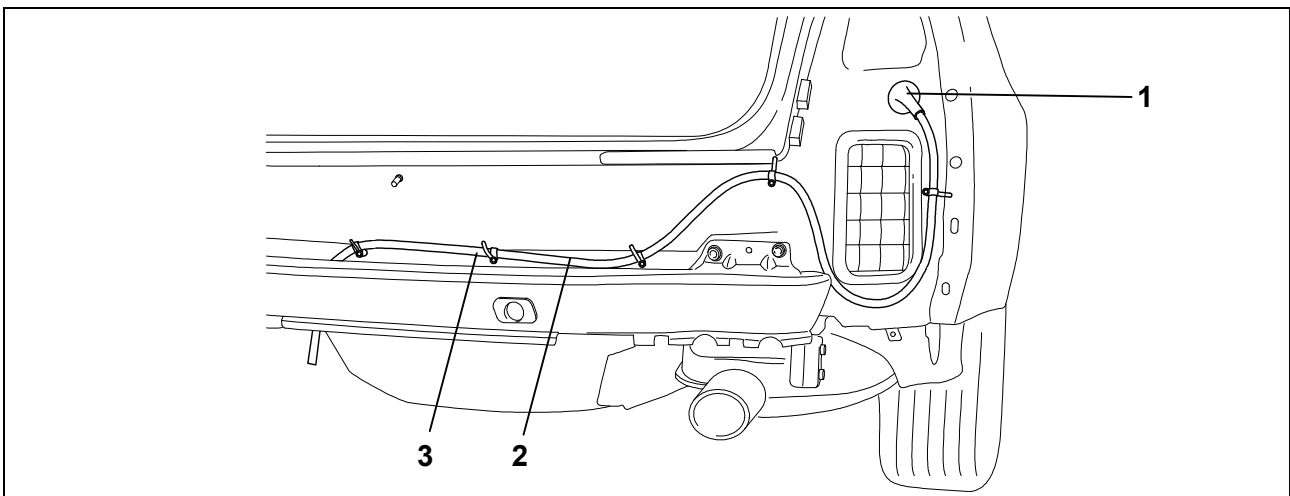

Fig. 3 : Disposer le conducteur de fils
8. Retirer le faux cache fourni du passe-câble (Fig. 3/1).
9. Faire passer le conducteur de fils (Fig. 3/2) de la tôle de retenue de la prise jusqu'au coffre à bagages en passant par le passe-câble côté véhicule (Fig. 3/1).
10. Insérer le passe-fil en caoutchouc dans le passage du câble (Fig. 3/1).
11. Fixer le conducteur de fils (Fig. 3/2) avec les attaches-câbles fournis (Fig. 3/3).